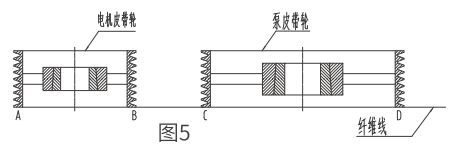

图5
②检查两皮带轮的端面是否在同一垂直的平面上，否则要重新调整。用手扳动带轮数圈，应转动灵活。可采用拉直纤维线或直尺来检查两皮带轮是否对齐（见图5）。带轮上的A、B、C、D四点应在一直线上，允许偏差小于0.5mm。电机和泵的轴中心线倾斜度应小0.15mm每米。